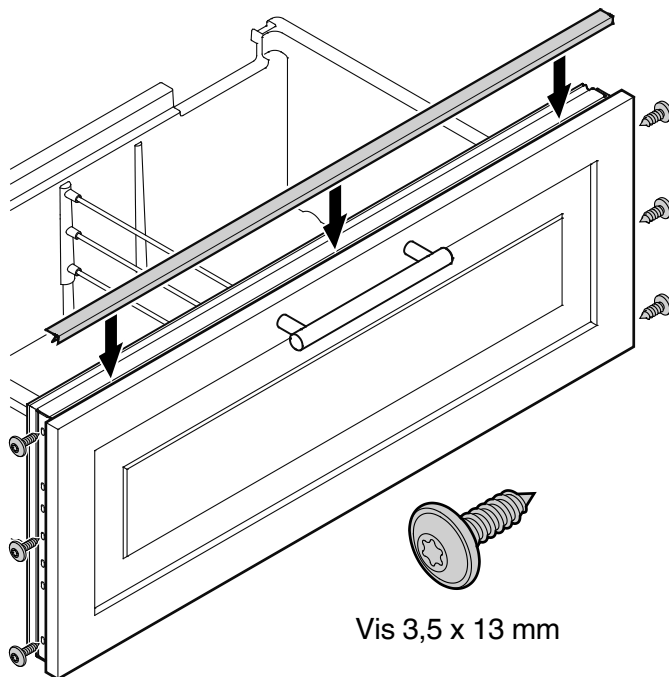

Figure 38
1. Retirer le tiroir du congélateur supérieur et y visser le panneau à l'aide de trois vis à gauche et à droite en utilisant les vis comme à la **Figure 38**.